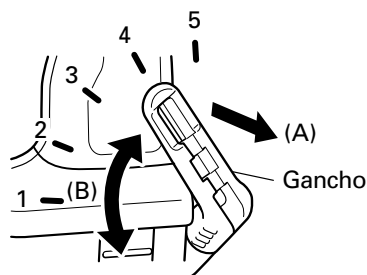

Fig. 5
(1) Operación del gancho
- Extraiga el gancho hacia sí en la dirección de la flecha (A) y gírelo en la dirección de la flecha (B). (Fig. 5)